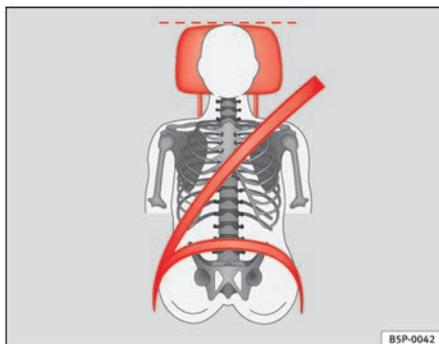
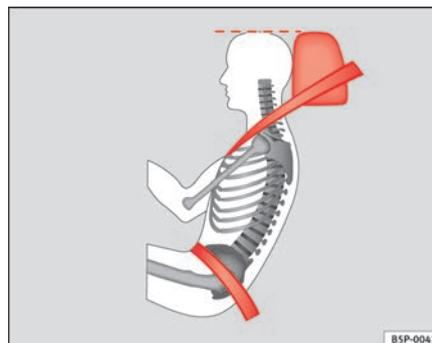

Fig. 64 Poggiatesta e cintura di sicurezza posizionati correttamente (visti da davanti)
Fig. 65 Posizione corretta del poggiatesta e della cintura di sicurezza (visti di lato)
- Regolare il poggiatesta portando il suo bordo superiore alla stessa altezza della parte superiore della testa, almeno all'altezza degli occhi ⇒ **fig. 64** e ⇒ **fig. 65**.